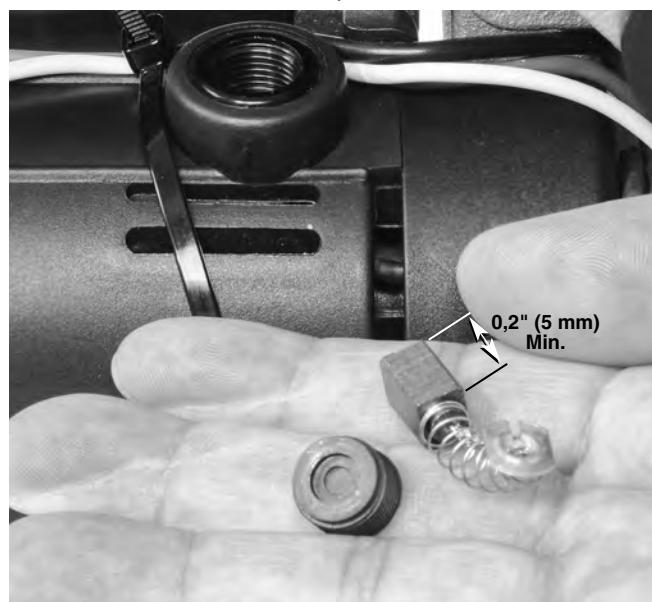

Figura 18 – Inspección del largo de la escobilla
3. Con un destornillador, desatornille y extraiga las tapas de las escobillas (*Figura 17*). Suavemente extraiga las escobillas de carbón y revise su longitud (*Figura 18*). Si las escobillas miden menos de 5 mm (0,2"), cambie las escobillas.